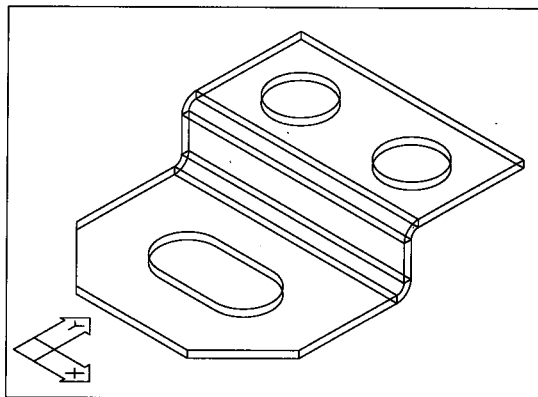

图 2-84
8. 根据图2-84回答下列问题：
9. 如果将图2-84的视点改为1,1,0，UCS图标会发生什么变化？